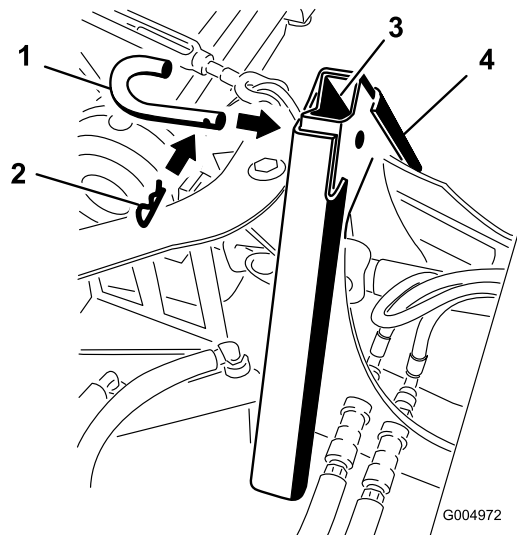

Figura 14
- Prenda os adaptadores juntos com a cavilha de ligação e contrapino de gancho como se mostra em Figura 14. Para uma carga mais abusiva, pode ser substituída uma porca e um parafuso.